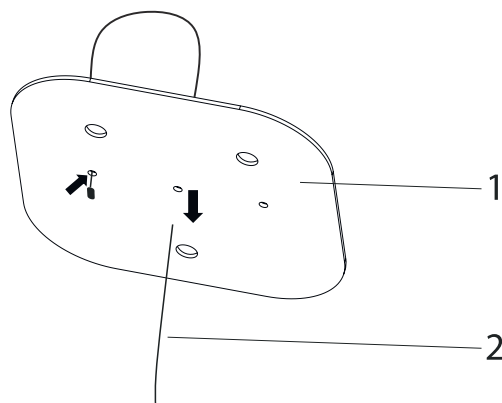

Fig. 8
2. ➤ För stålvajern genom hålen i upphångningsplattan (Fig. 8).